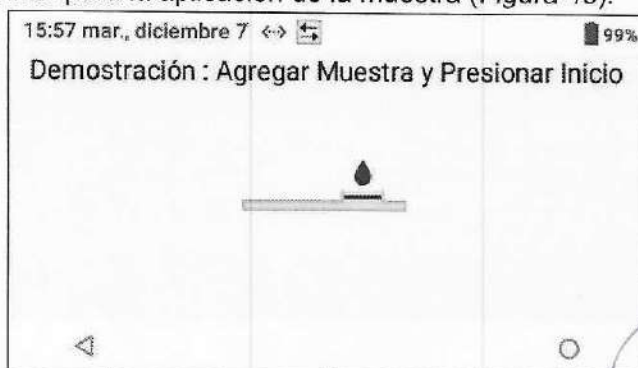

Figura 43: Demostración – Agregar Muestra y Presionar Inicio
- 3 La demostración muestra el icono  (Aplicar muestra al cartucho de prueba) que indica que el instrumento está listo para la aplicación de la muestra (Figura 43).